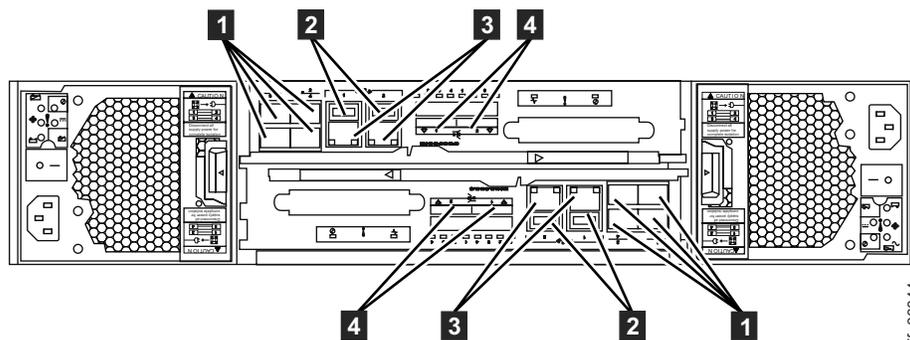
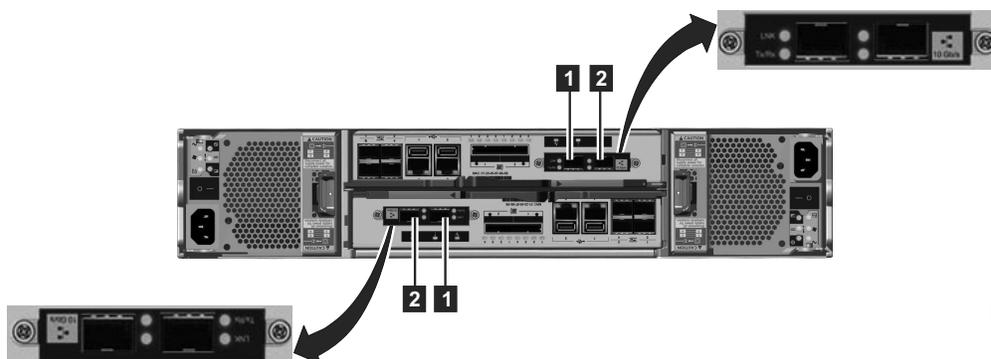
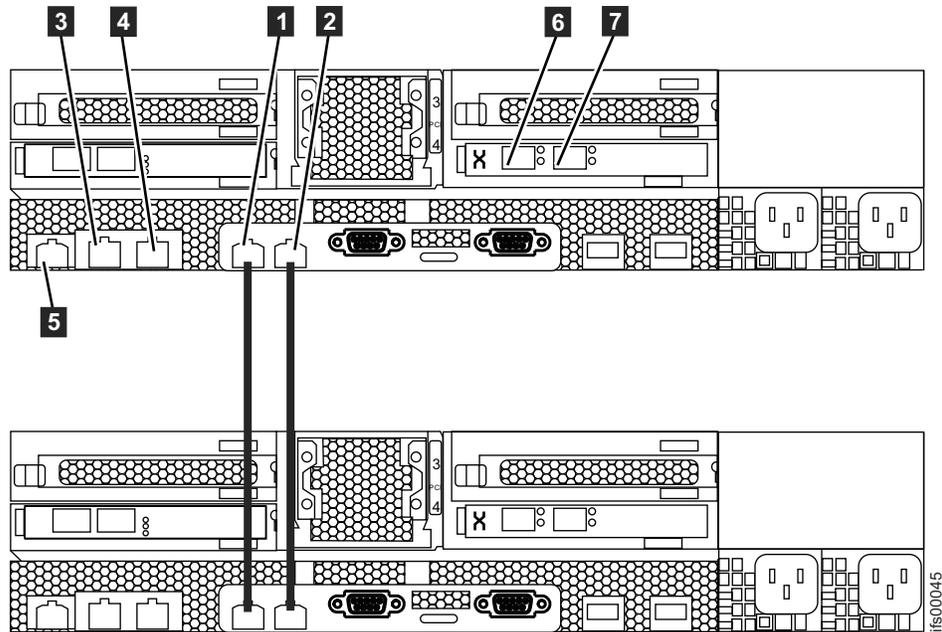

Figure 37. Connexions réseau Ethernet du boîtier de commande.
Figure 38. Ports Ethernet 10 Gbps à l'arrière du boîtier Storwize V7000
Figure 39. Connexions directes Ethernet de module de fichier.
Elle suppose que votre planification initiale a déterminé l'emplacement prévu pour les câbles Ethernet. Le boîtier de commande Storwize V7000 Unified nécessite au moins une et au maximum deux connexions Ethernet 1 Gbps. Voir figure 37, figure 38, à la page 52 et tableau 15, à la page 52. Pour les modules de fichiers, les deux premiers ports Ethernet 1 Gbps libellés **1** et **2** dans la figure 39, à la page 53 sont utilisés pour les communications internes entre les modules de fichiers. Les troisième et quatrième ports Ethernet 1 Gbps sont utilisés (au besoin) pour la gestion et les données. Tous les ports Ethernet 10 Gbps sont réservés aux données. Les opérations de gestion ne peuvent pas être effectuées sur le port Ethernet 10 Gbps. Voir figure 39, à la page 53 et tableau 16, à la page 53.
Dans ce type de situation, modifiez les adresses IP de service sur les nouveaux noeuds avant de connecter les câbles Ethernet. Pour plus de détails, voir figure 39, à la page 53 ou le PDF *Storwize V7000 Unified Problem Determination Guide* sur le DVD pour plus d'informations sur la configuration des adresses IP de service à l'aide d'une clé USB.
- Connectez un câble Ethernet entre le port Ethernet 1 du premier module de fichiers et le premier port Ethernet du second module de fichiers. Pour les emplacements des ports, voir figure 39, à la page 53.
Vous disposez de deux ports Fibre Ethernet 10 Gbps pour les connexions hôte depuis chaque module de fichiers. Les ports se trouvent sur la carte PCI située à l'emplacement 4. Connectez vos câbles réseau aux ports Ethernet de ces emplacements, le cas échéant. Consultez figure 39, à la page 53.